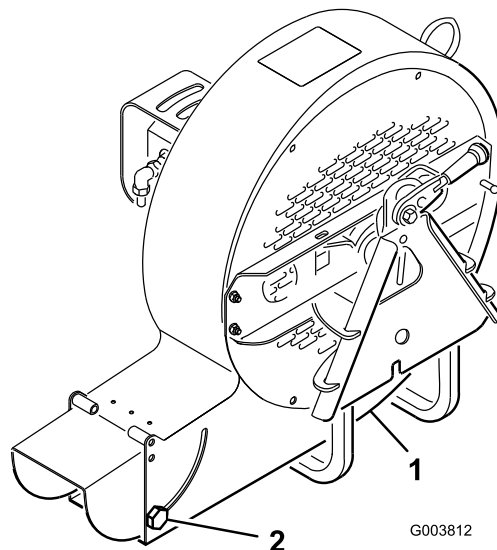

Figure 7
L'ouverture d'éjection (Figure 7) peut être réglée pour augmenter ou réduire le débit et le volume d'air. Le débit d'air augmente quand l'ouverture d'éjection est réduite.
1. Desserrez les vis de fixation du déflecteur de l'ouverture d'éjection (Figure 7).